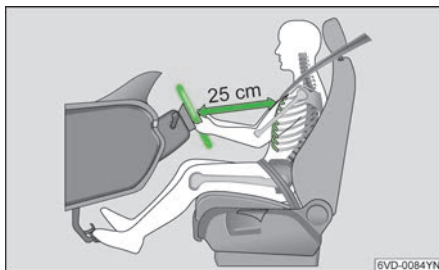

图 103
- 调整方向盘：方向盘和胸部之间距离不小于 25 厘米» 图 103。